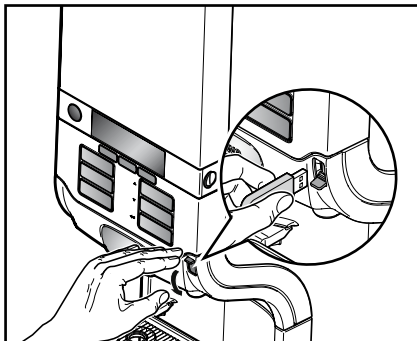

Fig. 51
- Inserire la chiave USB fornita in dotazione nella presa USB dell'apparecchio (fig. 51).